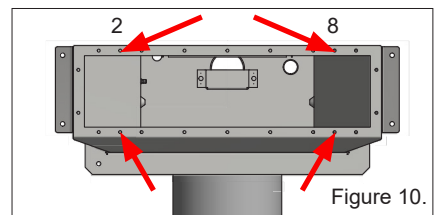

Figure 10.
7. Montera väggbeklädnad (fix, kakel, mosaik etc.). Säkerställ att monteringshålen (enlig bild 10) för fästramen är fria så att fästramen går att montera senare.
8. Montez un revêtement mural (fixe, carrelage, mosaïque, etc.). Assurez-vous que les trous de montage (conformément à la figure 10) du cadre de montage sont dégagés afin que le cadre de fixation puisse être monté ultérieurement.